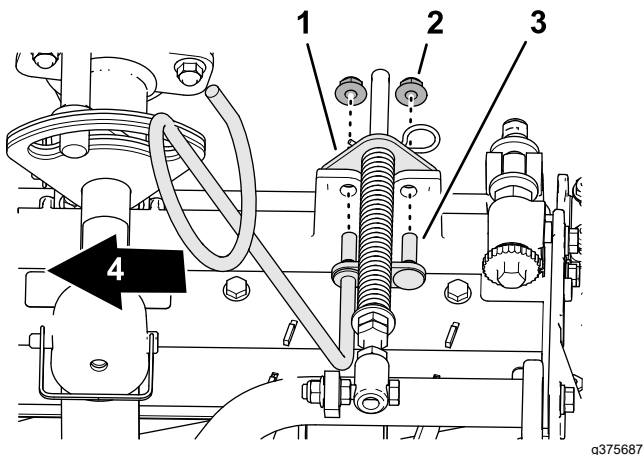

**Bild 9**
4. Montieren Sie die Kopfschraube der Rasenkompensierungsfeder an der rechten Lasche des Trägersrahmens (**Bild 9**) mit der Sicherungsbundmutter ( $\frac{3}{8}$ ").